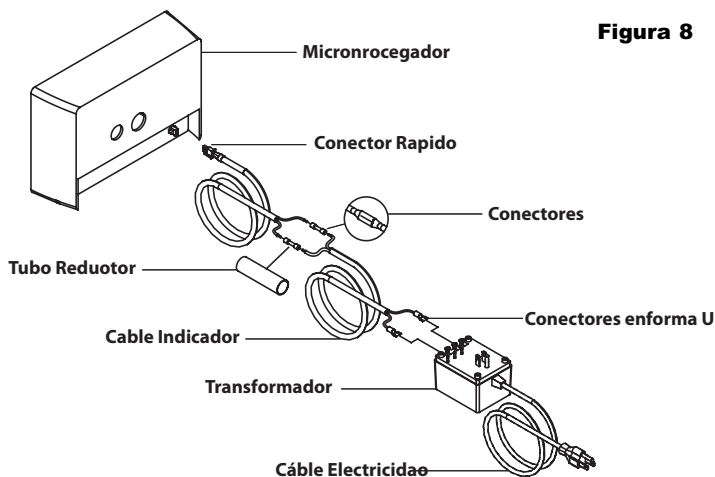

Figura 8
- Unir el conector en forma de U (suministrado) al cable con una herramienta de prensa (no suministrada), luego conecte el cable a los dos terminales exteriores en el transformador (ver figura 8).
- Inserte el otro final del cable con el conector rápido dentro de la parte posterior de la micronrocegador (ver figura 8).